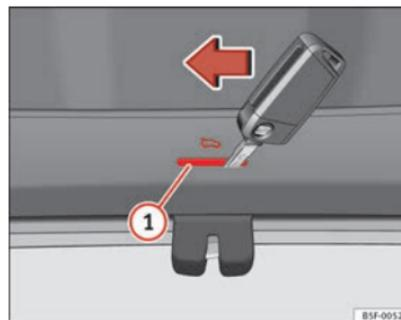

Fig. 58 Coffre à bagages, côté droit : accès au déverrouillage d'urgence
- Retirez le couvercle par le biais de la rainure à l'aide d'un tournevis ⇒ fig. 58 **A**.
- Introduisez la clé dans l'orifice prévu à cet effet et tournez-la dans le sens de la flèche jusqu'à libérer le loquet ⇒ fig. 58 **B**. ■